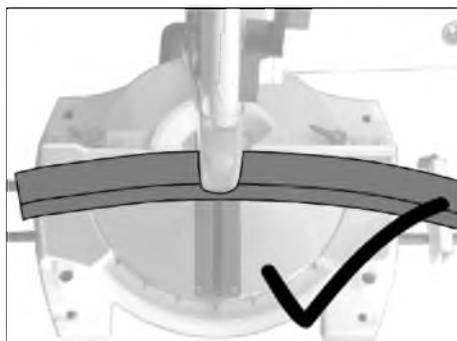

Рис. 7
- Кривые или изогнутые заготовки должны быть установлены так, чтобы точка распила заготовки упиралась в упор для заготовки (Рис. 7).